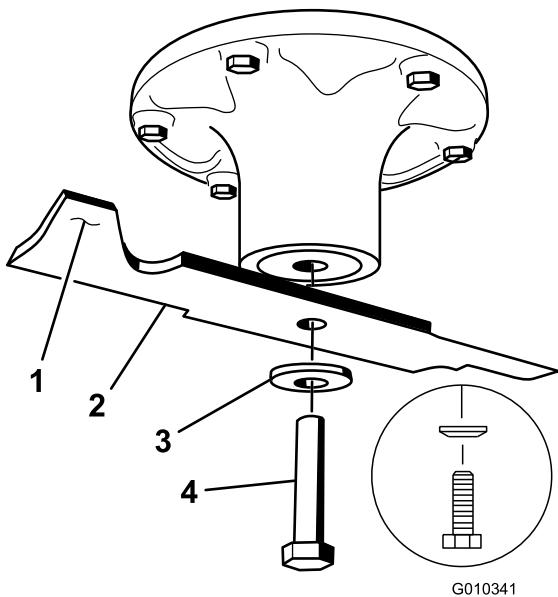

Figura 55
Sujete el extremo de la cuchilla usando un trapo o un guante grueso. Retire del eje el perno de la cuchilla (girándolo en sentido antihorario), la arandela curva y la cuchilla (Figura 55).
Nota: Si la cuchilla se mantiene horizontal, está equilibrada y puede utilizarse. Si la cuchilla no está equilibrada, rebaje algo el metal en la parte de la vela solamente (Figura 55). Repita este procedimiento hasta que la cuchilla esté equilibrada.
1. Instale la cuchilla en el eje (Figura 55).
- Nota:** El cono de la arandela de muelle debe estar orientado hacia la cabeza del perno (Figura 55).